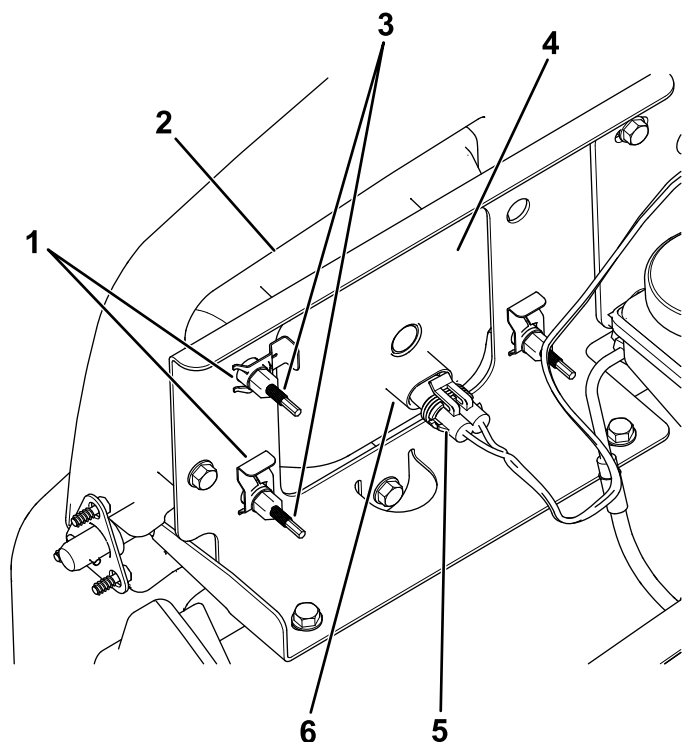

图 48
3. 将线束的电气接头与新灯总成的接头断开（图 48）。
4. 卸下将大灯固定至大灯支架上的快速夹（图 48）。
5. 将大灯总成从前保险杠的开口向前推出，卸下大灯总成（图 48）。
6. 通过保险杠开口将新大灯装入（图 48）。
8. 将线束的电气接头与灯总成的接头连接（图 48）。
5. 在大灯总成背面，旋转调节螺丝（图 48）以转动大灯总成，调整光束投射的位置。